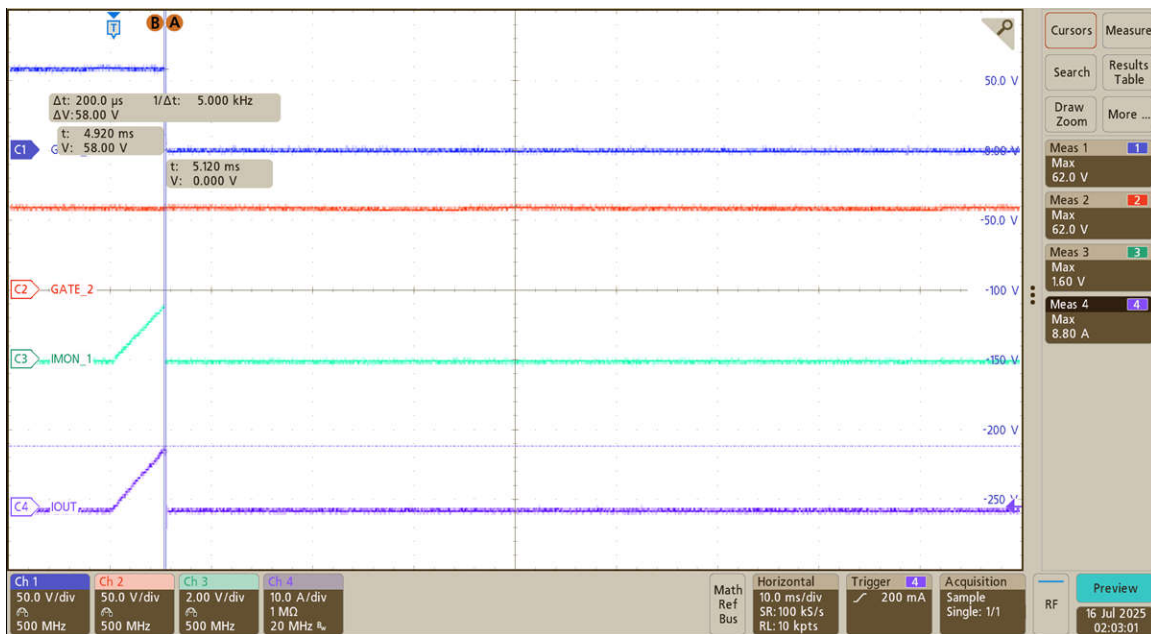

図 3-4. 逆方向 SCP 保護
3. 図 3-4 は、逆方向 SCP イベントを示しています。このイベントでは、TPS1212-Q1 _1 が TPLD1201-Q1 (EVM 1) とともに逆方向 SCP イベントを検出し、IOUT が ISCP スレッショルドを超えるとシャット オフされます。